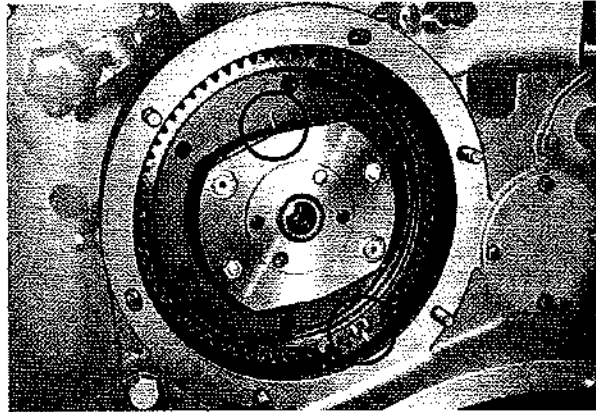

Fig. 63
- Con mazzuolo introdurre ingranaggio su supporto, facendo coincidere i riferimenti con l'albero a camme (Fig. 63).
Montare il variatore automatico sull'ingranaggio comando pompa facendo coincidere i riferimenti (Fig. 63) e bloccando a 4 kgm.